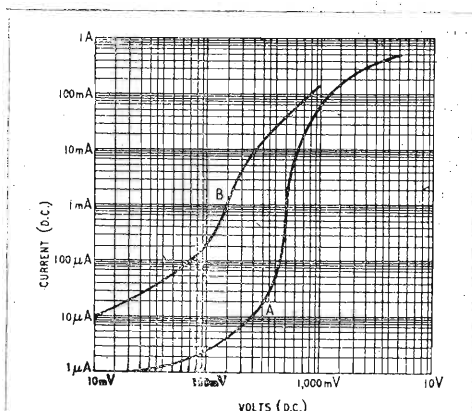

Fig. 1 - Curve caratteristiche corrente-tensione di un raddrizzatore al selenio (A) e di uno ad ossido di rame (B).
In fig. 1 sono illustrate le curve caratteristiche corrente-tensione di un raddrizzatore al selenio (A) e di uno ad ossido di rame (B). Mentre generalmente è da preferirsi allo scopo un raddrizzatore al selenio, tuttavia quando la tensione a fondo scala dello strumento è inferiore ai 50 mV, il raddrizzatore ad ossido di rame assicura una più efficace protezione.